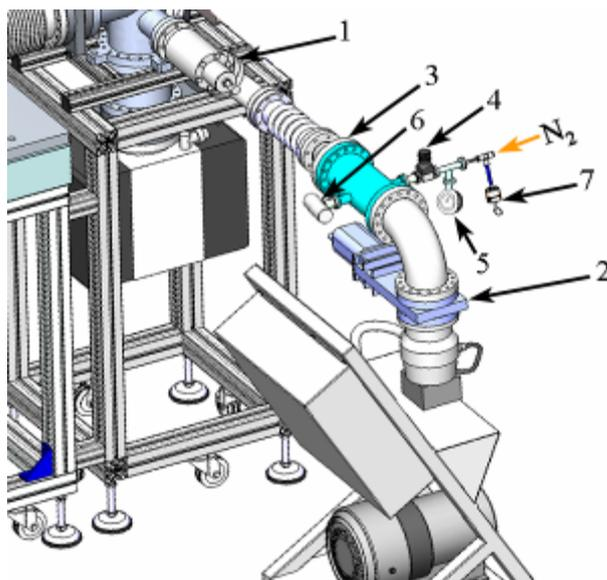

Рис. 5-8. Элементы магистрали откачного поста
6. Напуск азота в камеру осуществляется плавным открытием вентиля (поз. 4 на Рис. 5-8), при этом необходимо следить за показаниями мановакуумметра (поз. 5 на Рис. 5-8) – он должен показывать давление не ниже 1 атм. Предохранительный клапан на станции (поз. 7 на Рис. 5-8) должен свистеть, стравливая давление выше 1.1 атм.
7. Следите за показаниями низковакуумного датчика (см. поз. 6 на Рис. 5-8) по контроллеру MultiGauge, расположенному в стойке СЗМ. При достижении атмосферного давления в камере перекройте подачу азота: